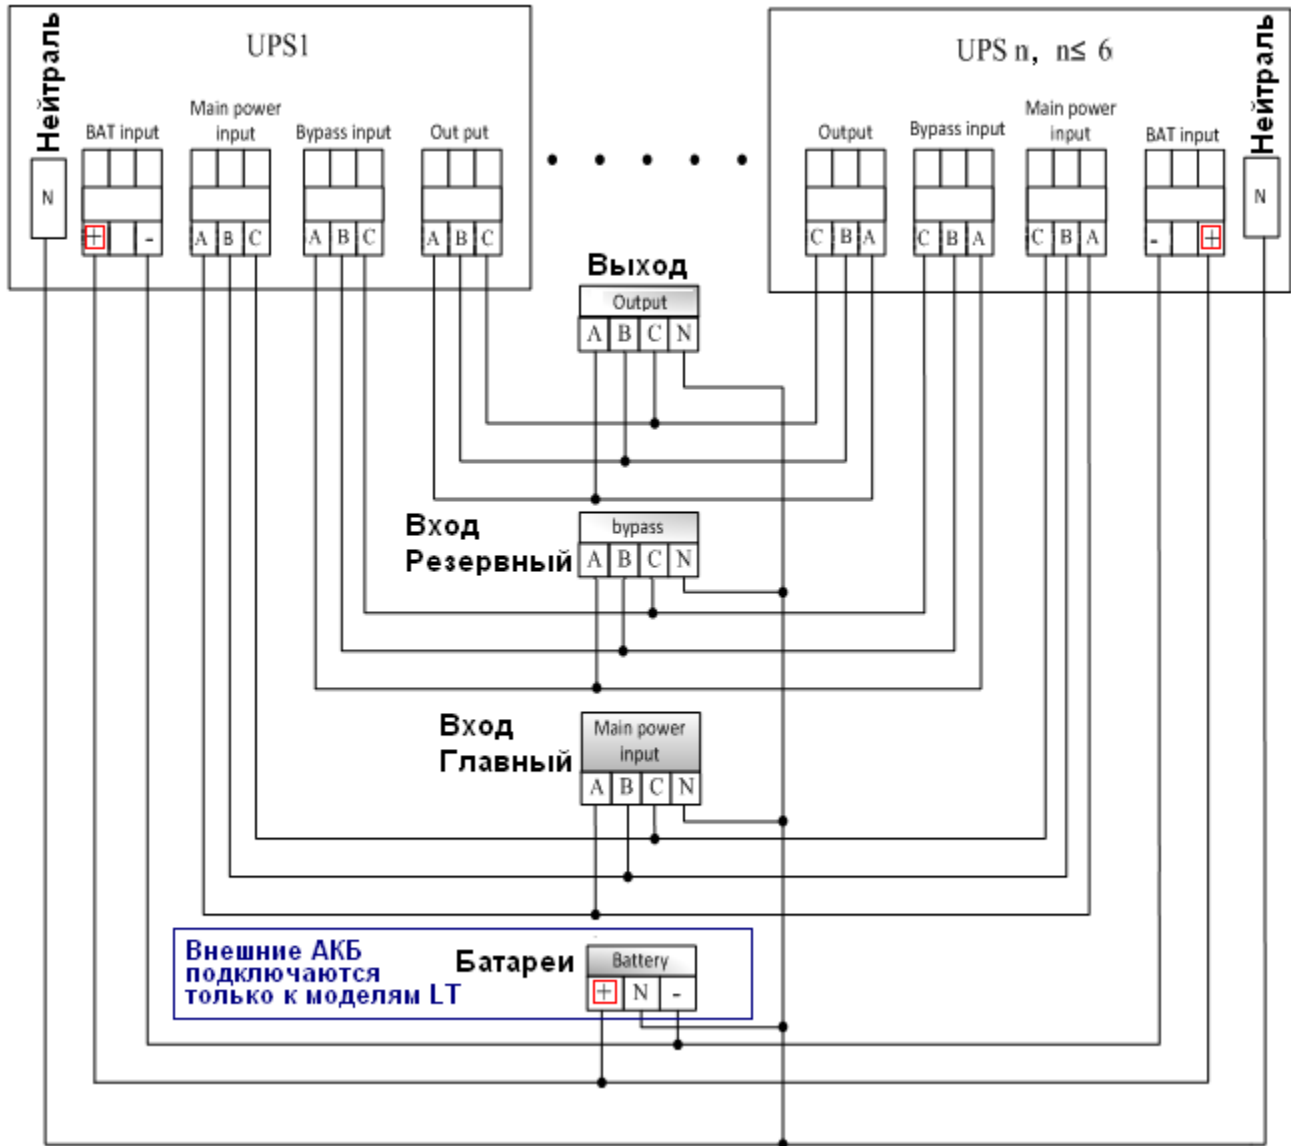

Рисунок 4.1 Схема подключений параллельной системы ИБП
1. Проверьте, что весь участок на котором ведутся работы обесточен. Установите все ИБП параллельной системы вблизи друг от друга. Длины всех кабелей должны быть эквивалентны и минимальны. Проложите кабели согласно рис. 4.1. Соедините эквивалентные терминалы всех ИБП кабелями согласно рисунку 4.1, подключите кабели главного входа, резервного входа, выхода и батарей ко всем ИБП, подготовленным для работы в параллели, согласно рисунку 4.1.